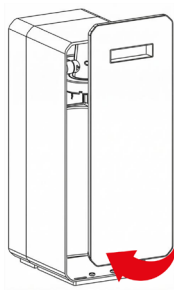

Fig. 1-5
17.7 – Rimontare il pannello frontale in plastica, cominciando dalla sede inferiore, spingere poi verso l'interno, successivamente alzare leggermente il pannello per poi abbassarlo così da agganciare il pannello in tutte le sedi, vedi da Fig. 1-5, 1-6 e 1-7.